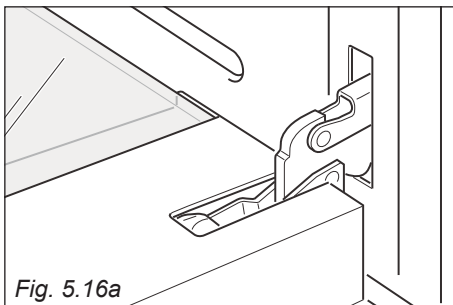

Fig. 5.16a
- Aprire completamente la porta del forno (fig. 5.16a).